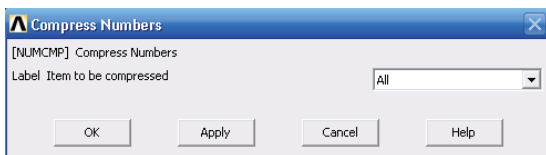

图 2-58 压缩实体编号对话框
18) 选择 Main Menu | Preprocessor | Numbering Ctrl | Compress Numbers 命令, 出现 Compress Numbers 对话框, 在 Label Item to be compressed 下拉菜单中选择 All, 如图 2-58 所示, 单击 OK 按钮关闭该对话框。